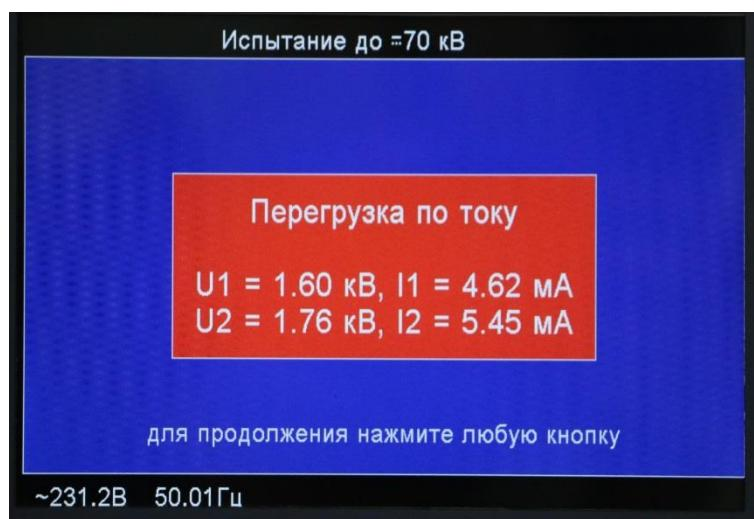

Рис.8.4.
8.2.4 В процессе испытаний возможен пробой нагрузки. В этом случае на экране появится сообщение рис. 8.4. в котором зафиксированы параметры тока и напряжения на момент пробоя (U2 и I2) и за секунду до пробоя (U1 и I1).